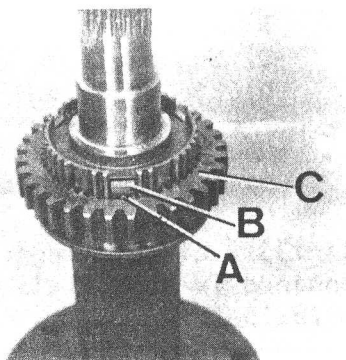

Fig. C1-130 Montaje conjunto eje principal
- 3 Situar las bolas, A (Fig. C1-130) en los extremos de los resortes y hacia adentro consecutivamente, reteniéndolas manualmente o empujando hacia abajo los bloques, B, deslizantes, hasta que las bolas queden retenidas contra el cuerpo exterior, C.